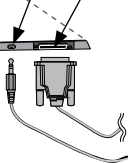

Figura C.1
5. Encienda el monitor con el botón frontal de encendido, luego encienda la computadora (**Figura C.1**).